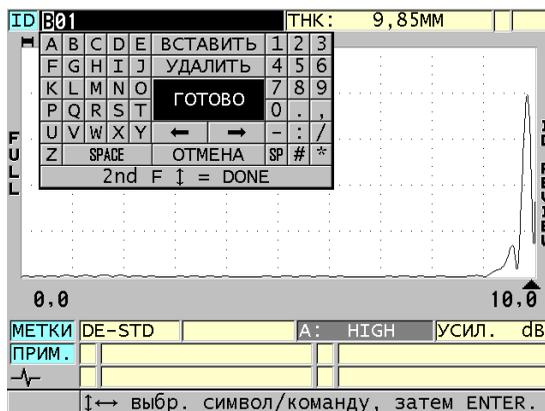

Рис. 11-28 Режим редактирования ИД #
4. Повторно нажмите клавишу [ID#] и отредактируйте значение ИД (см. Рис. 11-28 на стр. 223).